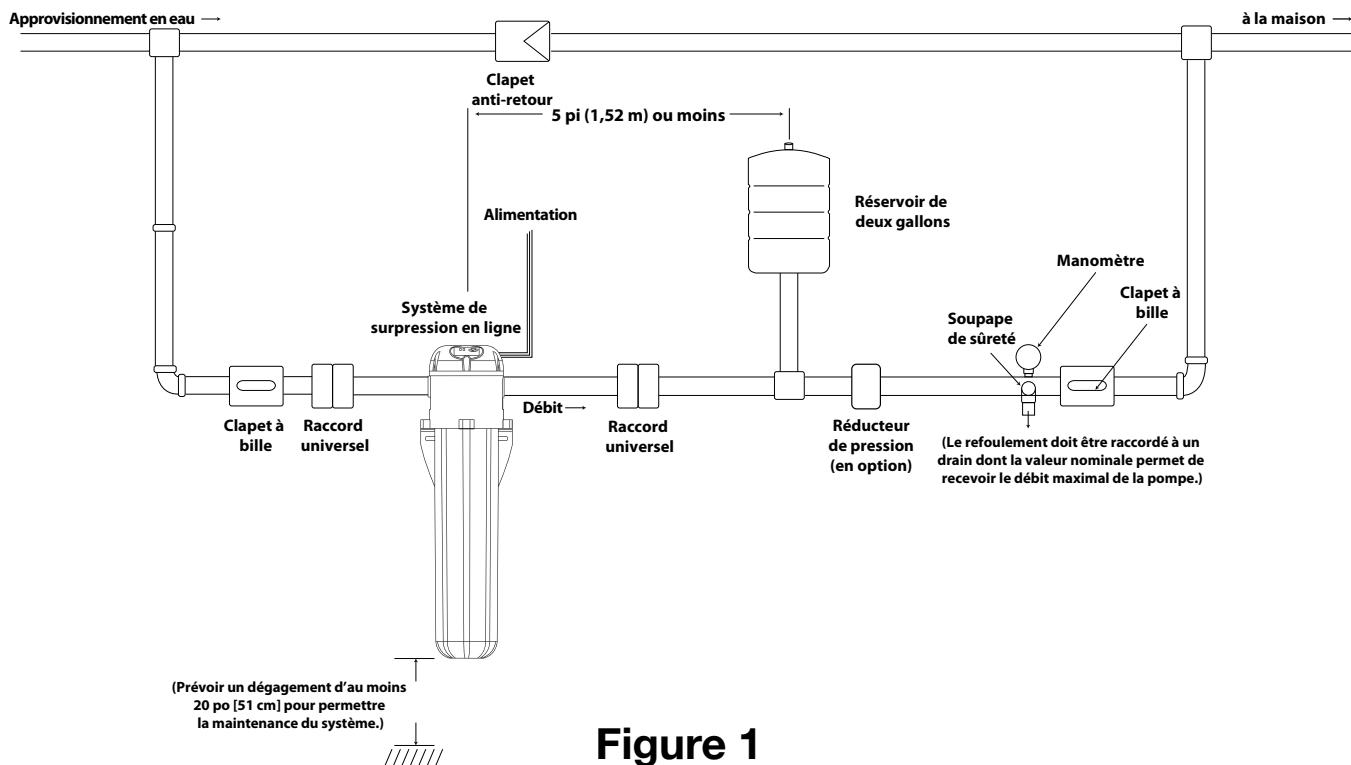

Figure 1
Le système de surpression en ligne est conçu pour augmenter la pression utilisable d'un réseau, tant que l'eau est en circulation. La **Figure 1** illustre un exemple d'installation typique.
4. Installez la plomberie d'entrée et de sortie ainsi que le réservoir pressurisé, comme illustré à la **Figure 1**. Les orifices d'entrée et de sortie de l'appareil portent l'inscription « *inlet* » et « *outlet* », respectivement. Utilisez les raccords aux extrémités d'aspiration et de refoulement de la pompe. Des clapets anti-retour, lesquels contribuent à prévenir les retours d'eau, sont fournis aux extrémités d'aspiration et de refoulement. Si vous utilisez le contournement facultatif, vous devriez préalablement installer un clapet anti-retour. Assurez-vous de consulter tous les codes de plomberie locaux afin de veiller au respect de toutes les exigences relatives à la prévention des refoulements.